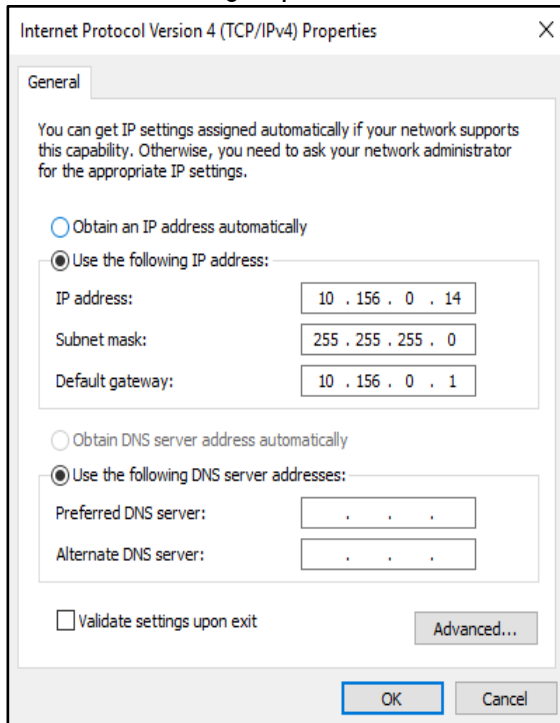
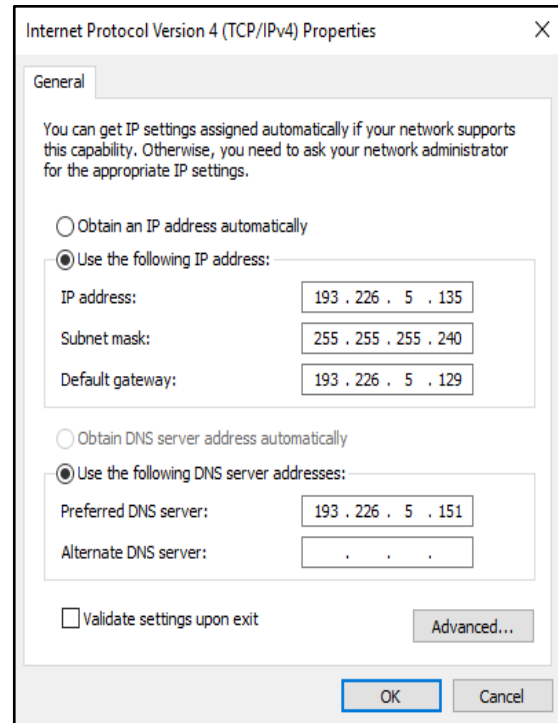

Fig 5. Exemplu IPv4 local
Fig 6. Exemplu IPv4 Ethernet
- În fereastra „Internet Protocol Version 4 (TCP/IPv4) Properties” selectăm opțiunea „Use the following IP address”, la fel ca în Fig 5. pentru server local, respectiv ca în Fig.6. pentru varianta Ethernet: